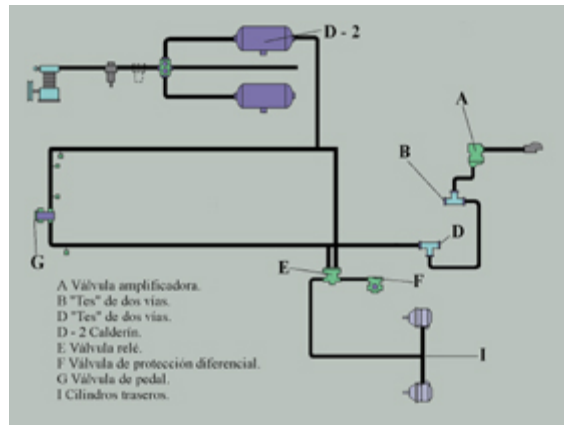

Fig. 49
- Circuito número 2.- Frenos de servicio delantero del vehículo tractor y servicio del remolque **(fig. 49).**
Circuito número 2: freno de servicio trasero del vehículo tractor y freno de servicio del remolque (**fig. 49**)